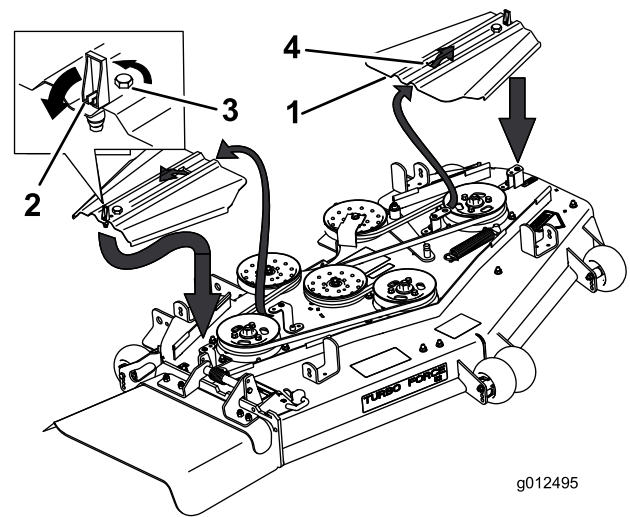

Figura 70
5. Retire las cubiertas de las correas y los pernos que están sujetos a las mismas (Figura 70).
11. Instale las cubiertas de las correas deslizando la cubierta sobre la pestaña, apriete los pernos y cierre los enganches (Figura 70).